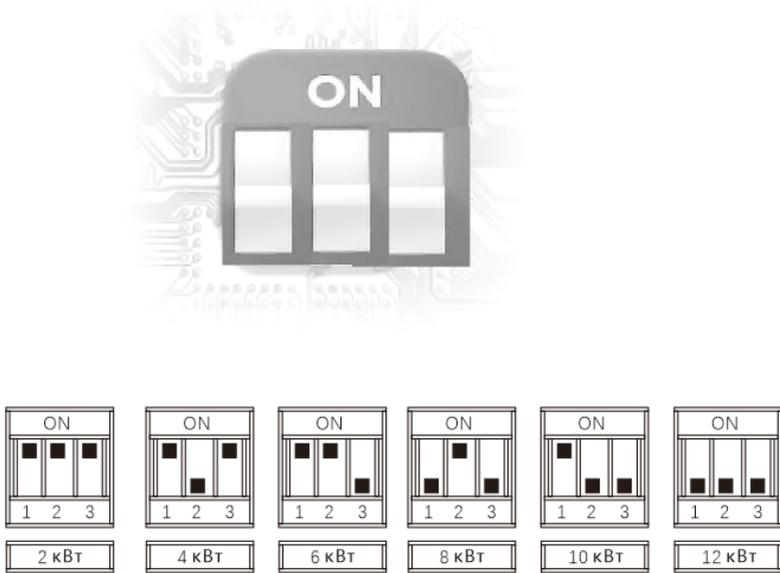
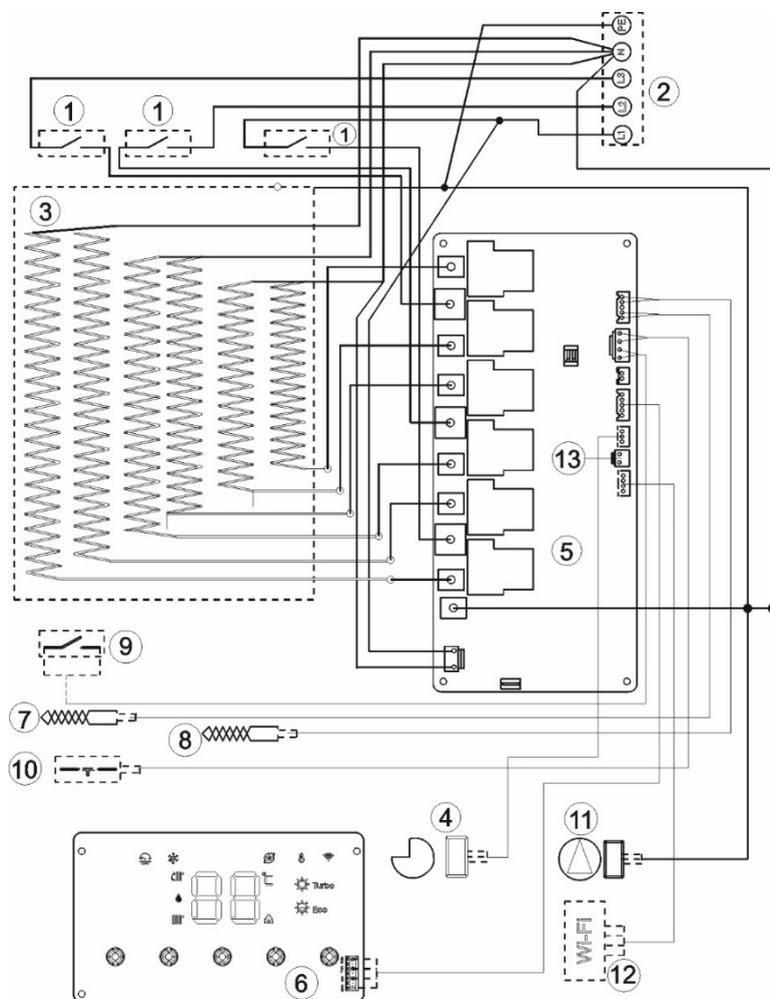

Рис. 11. Положение рычагов переключателя мощности.
Рис. 17. Электрическая схема THERMEX Boss 12 Wi-Fi
Переключатель мощности расположен на основной плате управления прибора (Рис. 17, элемент № 12 на схеме). Переключатель имеет красный цвет. В зависимости от положения рычагов на переключателе можно ограничить максимальную мощность котла (Рис. 11):
**Пояснение к Рис. 17**